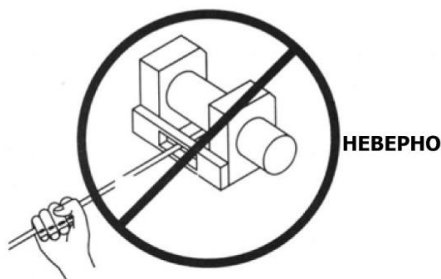

Рис.6
**ОПАСНО:** Никогда не прикасайтесь к тросу или крюку, когда они находятся под натяжением или нагрузкой. Даже в состоянии покоя трос может быть под натяжением. Никогда не направляйте натянутый трос на барабан голыми руками (рисунок 6).